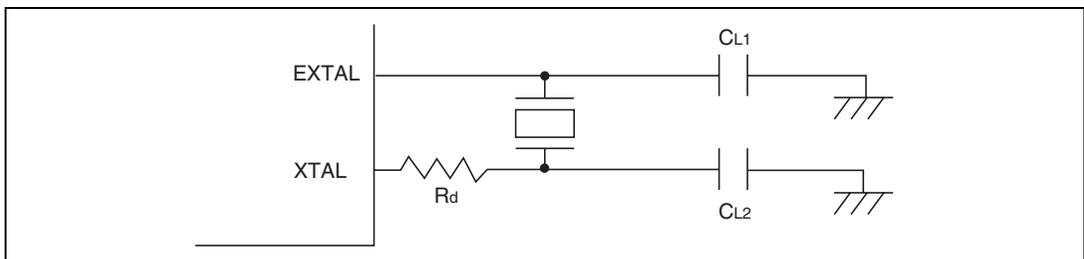

図 17.2 水晶発振子を接続する場合の接続例
(1) 回路構成
水晶発振子を接続する場合の接続例を図 17.2 に示します。ダンピング抵抗 R_d は、表 17.1 (1)、外付け容量 CL_1 、 CL_2 は、表 17.1 (2) に示すものを使用してください。また、水晶発振子は、AT カット並列共振形を使用してください。